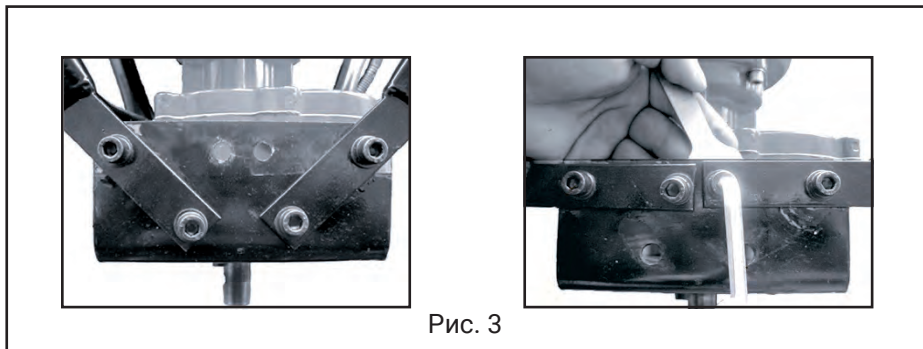

Рис. 3
6.2 Установите рукоятки как показано на рисунке(рис. 3) и зафиксируйте их к основанию(рис. 1 поз. 16) с помощью монтажных болтов идущих в комплекте с мотобуром. Рукоятки возможно установить в двух положениях горизонтально и под углом(модель: **EA-20/52**), для этого совместите монтажные отверстия на рукоятках с монтажными отверстиями(рис. 1, 2 поз. 19) на основании(рис. 1 поз. 16), установите болты в отверстия и зафиксируйте их с помощью монтажных гаек.